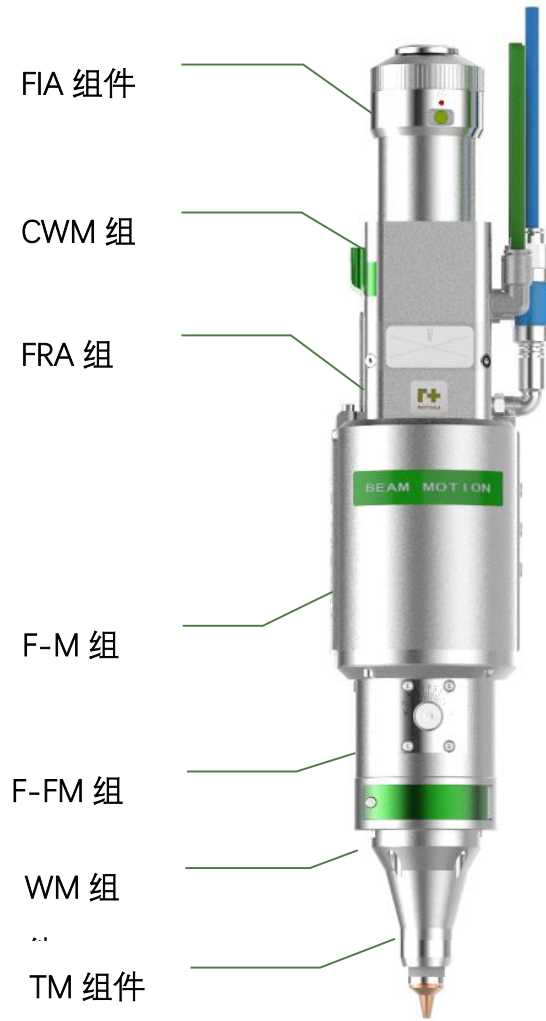

图 1.2 激光头示意图
如图 1.2 所示，激光头由：①光纤接口组件（FIA 组件）、②准直保护镜模块组件（CWM 组件）、③准直模块组件（FRA 组件）、④随动模块组件（F-M 组件）、⑤随动聚焦镜模块组件（F-FM 组件）、聚焦保护镜模块组件（WM 组件）、和⑦喷嘴模块组件（TM 组件）七个基本单元组成。
- (1) FIA 组件：导入光纤，可兼容 QBH、QD；
- (2) CWM 组件：防止灰尘直接落到准直镜片上使准直镜片损毁；
- (3) FRA 组件：完成光纤准直功能，将入射的激光准直成平行光束；
- (4) F-M 组件：内置电机驱动单元，通过线性机构驱动聚焦随动模块自动调整竖直方向的位置；
- (5) F-FM 组件：将准直光束聚焦成高功率密度的会聚光束，并实现焦点位置上下调焦，且在随动模块的驱动下可自动调整竖直方向的位置；
- (6) WM 组件：保护镜片可以保护聚焦镜片免于返渣的损伤，延长镜片使用寿命；
- (7) TM 组件：将会聚光束导引至加工工件，并产生高速气流喷射切缝完成高质量切割。